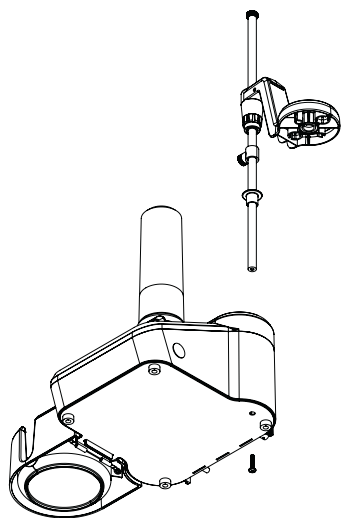

Figure 3. Emplacement de l'élément de fixation pour serrer la tige du support d'électrodes
2. Fixez la tige du support d'électrodes sur le titrateur en inclinant l'instrument et en serrant l'élément de fixation fourni. L'élément de fixation est une vis captive accessible par l'orifice en bas du titrateur. Un tournevis Torx T20 fourni avec le titrateur est prévu pour cette étape de l'installation. Reportez-vous à la **Figure 3**.